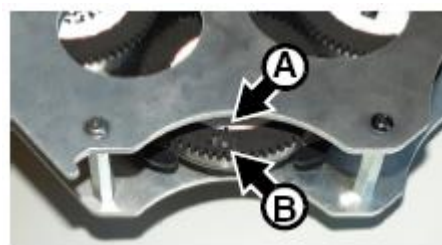

Рисунок 23. Правильная ориентация гобо и держателя
7. См. рисунки 21 и 24. Вставьте новый гобо в держатель стороной, направленной к лампе и вверх к пружине. См. рисунок 23. Совместите отметку **A** нового гобо с магнитом **B** в держателе (отметки на гобо также видны в верхней части каждого гобо на рисунке 14 на стр. 24).